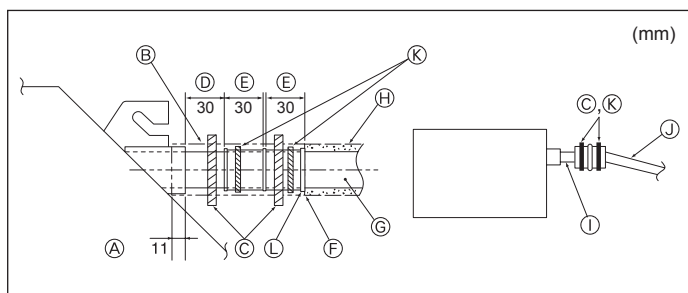

Fig. 3-5
- Die Ablaufmuffe (mit der Anlage geliefert) an den Dränageauslaß anschließen. (Fig. 3-5)